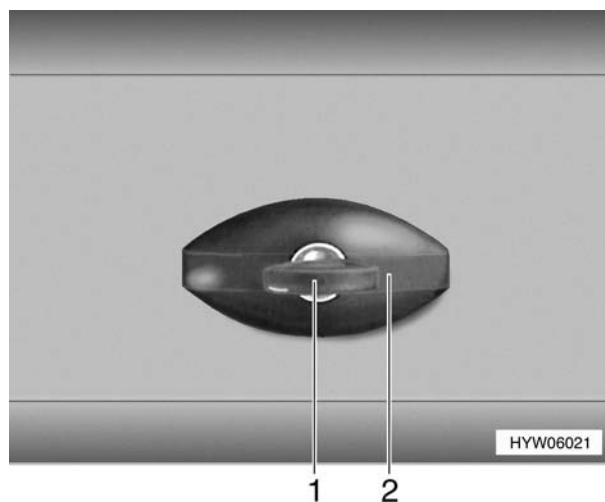

Fig. 16 Serratura dello sportello (variante 2)
- In caso di pioggia è possibile che dell'acqua penetri nella serratura aperta dello sportello. Chiudere perciò la maniglia della serratura (Fig. 16,2) come illustrato in Fig. 16.
- Inserire la chiave nel cilindro della serratura (Fig. 16,1) e girare in senso antiorario di un quarto di giro. La maniglia della serratura (Fig. 16,2) scatta all'infuori.
- Girare la maniglia della serratura in senso orario (Fig. 16,2) fino in posizione orizzontale. La serratura dello sportello è ora bloccata, ma non è chiusa.
- Inserire la chiave nel cilindro della serratura (Fig. 16,1).